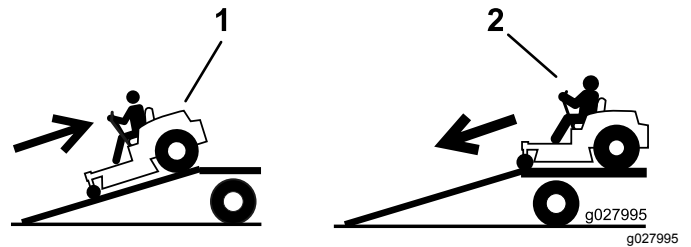

Figura 29
2. Baje la máquina por la rampa conduciendo hacia adelante (Figura 29).